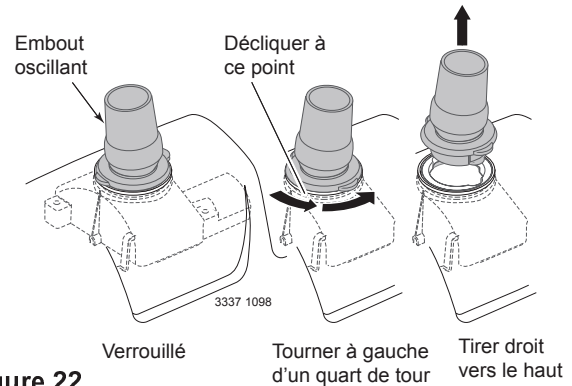

Figure 22
- Retirer l'oscillateur (Figure 22) du nettoyeur en le tournant d'un quart de tour à gauche et en tirant dessus.